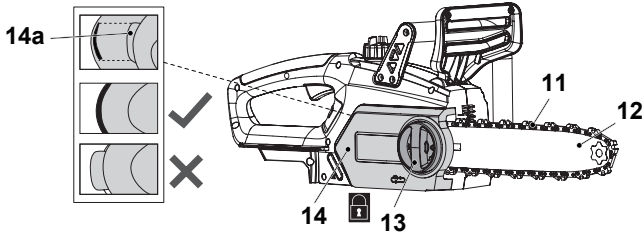

Fig. 6
8. Vuelva a colocar la cubierta de la motosierra (14) y apriete ligeramente la rueda de bloqueo (13) en el sentido de las agujas del reloj (Fig. 6). Asegúrese de que la espiga (14a) encaje correctamente en la ranura. No ajuste la rueda de bloqueo (13) por completo, ya que primero es necesario tensar la cadena de la sierra.